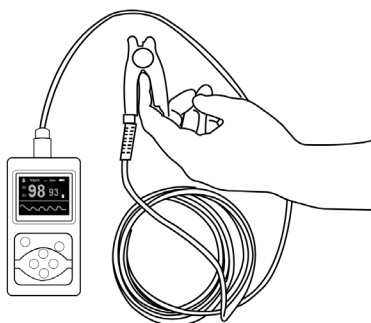

Figura 6
- ⚠ El dedo debe colocarse correctamente (véase la figura 6 adjunta), ya que una instalación incorrecta o una posición de contacto inadecuada para el sensor influirá en la medición.
- A. Meta el dedo en la sonda. Consulte la figura 6.
(La sonda real puede ser diferente con la sonda, como la figura 6, ,acepte la sonda real con el dispositivo)